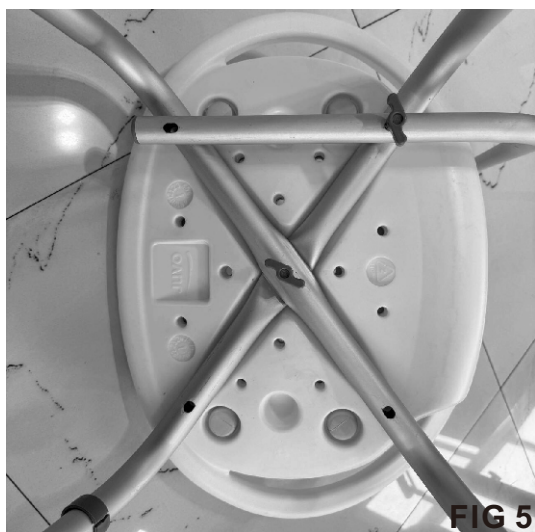

FIG 5
- Fije la barra de apoyo del respaldo y el soporte para las piernas en forma de U a la parte inferior de la silla con dos tornillos de mariposa con arandelas largas (consulte la FIG. 5). No apriete en exceso.